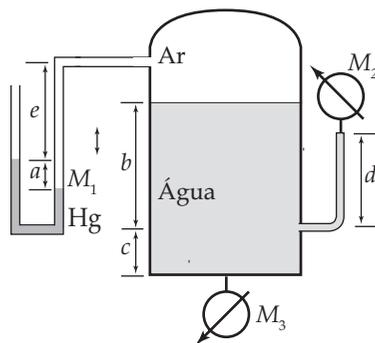

Figura Ep1.44
**Ep1.44** Observe a Figura Ep1.44. Sabe-se que  $a = 0,2 \text{ m}$ ,  $b = 1,8 \text{ m}$ ,  $c = 2,5 \text{ m}$ ,  $d = 0,5 \text{ m}$ ,  $e = 1,6 \text{ m}$ .